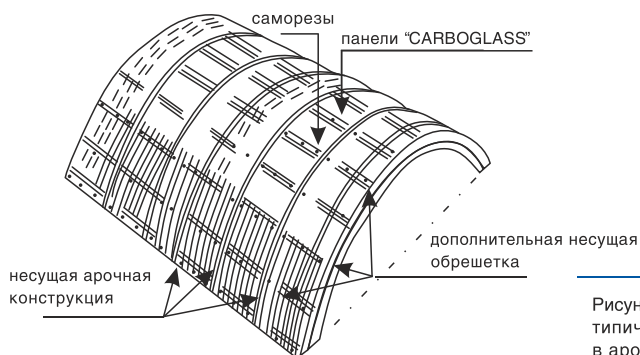

Рисунок 6. Схематическое изображение типичного способа «обшивки кровли» в арочной конструкции.
2. Способ «обшивки кровли» в арочной конструкции (Рис. 6).